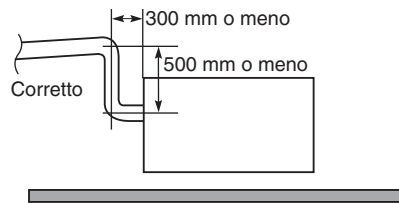

Fig. 3-11
- Se fosse necessario aumentare l'altezza del tubo di scarico, la sezione direttamente sotto il foro di collegamento può venire alzata di al massimo 500 mm. Non alzarla più di 500 mm; ciò provocherebbe perdite d'acqua. (Fig. 3-11)